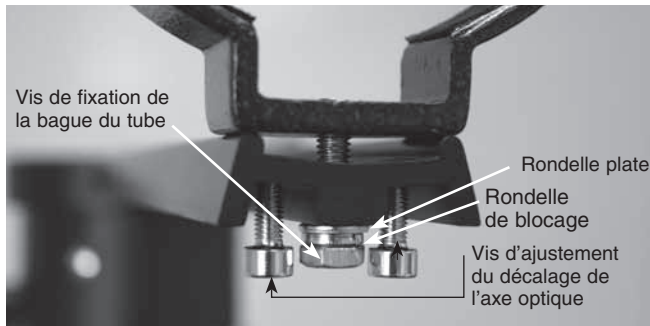

Figure 3. Plaque de montage des bagues du tube.
- Fixez les bagues de fixation du tube sur l'embase des bagues de tube en utilisant les vis fournies avec les bagues. Les vis doivent passer par les trous de centrage dans les extrémités de l'embase et être revissées dans les bagues de tube. Notez que le côté de l'embase comportant une rainure centrale doit être orienté vers le haut (**figure 3**). Utilisez une petite clé pour fixer les bagues de tube à l'embase.
Remarque : les vis d'ajustement du décalage de l'axe optique doivent être orientées de sorte que leur tige filetée soit dirigée vers le haut à travers la surface supérieure de l'embase des bagues de tube. Si l'embase des bagues de tube est livrée avec des vis d'ajustement du décalage de l'axe optique montées à l'envers, inversez leur orientation avant de continuer (**Figure 3**).